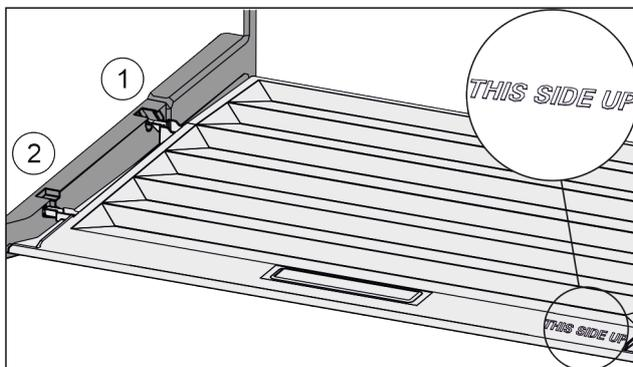

Fig. 110
- Inserire le nervature del coperchio attraverso l'apertura del supporto posteriore Fig. 110 (1) e innestare anteriormente nel supporto Fig. 110 (2).